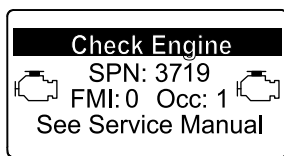

Figure 49
- Avertissement moteur SPN 3719, FMI 0 (Figure 49)